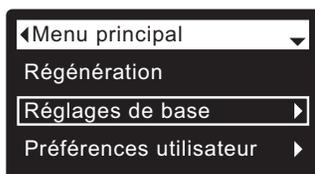

FIG. 51
1. À partir d'un écran d'état dynamique, appuyez sur le sélecteur (O) pour afficher le **Menu principal**.
2. Appuyez sur le bouton BAS (▼) pour faire défiler les options du menu et mettre en encadré **Réglages de base** (cf. Figure 51).